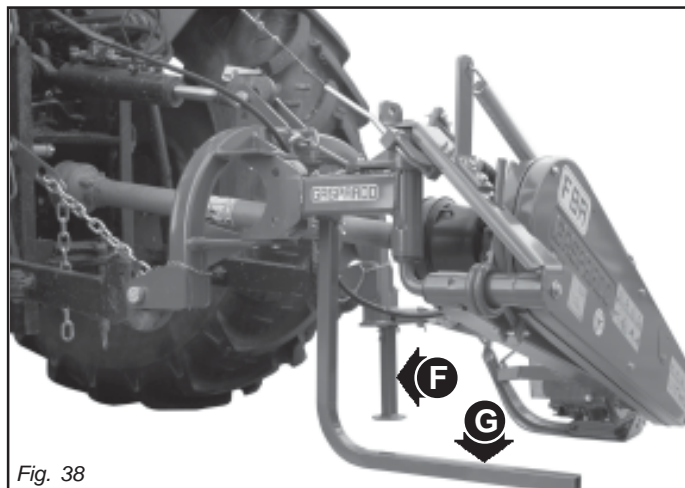

Fig. 38
- **Es anschließend in einem geschützten Raum aufstellen, wo es für "niefugte nicht zugänglich ist. Die Mähmaschine muß auf ebenm und kompakten Boden abgestellt und mit den Standbeinen (F-G, Abb. 38) abgestützt werden.**